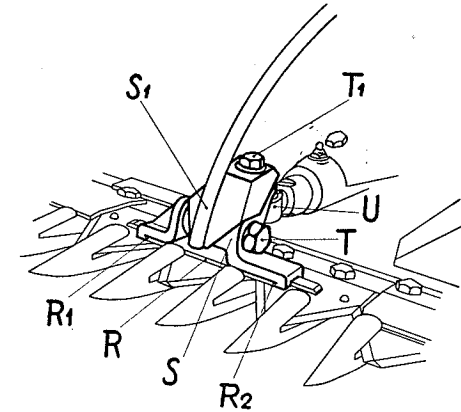

Fig. 7
6. Montaggio della testa di lama (fig. 7)
Die Spannschraube T (Fig. 7) wird so weit gelöst, bis sich der Messerkopf von der Mitnehmerplatte abheben lässt. Mit Hilfe des Messerhakens V wird das Messer seitlich aus dem Messerbalken gezogen. Man soll das Messer nicht an der Mitnehmerplatte hinausstoßen. Das neue Messer wird in den Balken eingeführt und der Messerkopf, wie unter Ziffer 6 beschrieben, gereinigt und aufgesetzt.
La vite con testa conica **T** (fig. 7) va svitata fino a che la testa di lama si stacca dalla piastrina d'attacco. Con l'aiuto del gancio **V** si toglie la lama lateralmente dalla barra. Mai spingere la lama alla piastrina d'attacco. Infilata la nuova lama nella barra, si applica la testa di lama, pulita con cura in precedenza.
Tirare la frizione ed innestare la marcia, allentare lentamente la frizione e dare un po' di gas. In caso di inceppi alla barra, si faccia marcia indietro (Innestare la leva a destra su **R**). Prima di proseguire la falciatura, occorre levare l'erba già tagliata davanti alla barra. Per ripartire, si indietreggi di qualche passo, per avere sulla lama la velocità normale. Se l'erba si arresta sull'oscillatore, si raccomanda di mettere il divisore **S1** (vedi fig. 7, pag. 9)